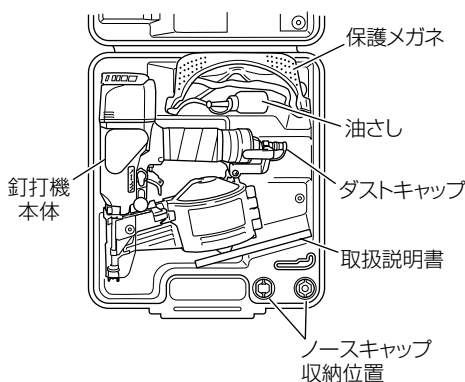

図 33
- 作業後は内部にごみやほこりが入らないよう、ダストキャップをエアプラグにさし込み、ケースに入れて保管してください。また、取りはずしたノーズキャップ (A)、(B) はケースのノーズキャップ (A)、(B) 収納位置に収納してください。ケースには図 33 のように入れてください。